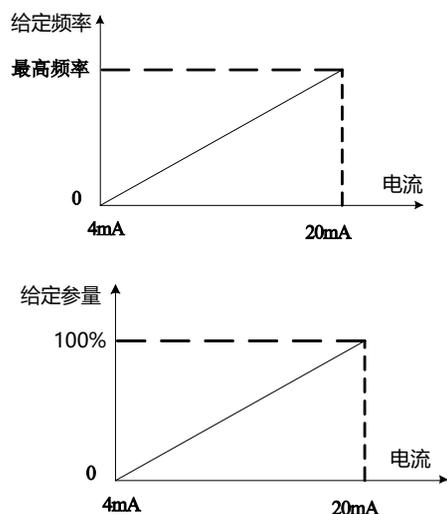

图5.22 模拟给定
- 模拟给定：通过接口板模拟给定信号设置变频器频率。输入电流信号（4~20mA）可通过触摸屏参数“最小给定电流”和“最大给定电流”进行调节。在开环控制下，模拟给定信号对应0Hz~最高频率，在闭环控制下，模拟给定信号对应0%~100%。给定值与频率的对应关系如图5.22所示。